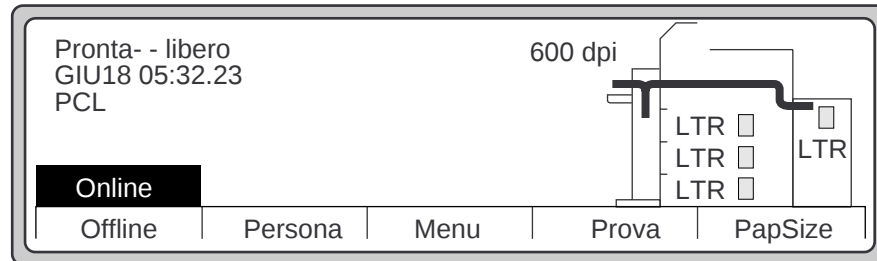

Figura 6-3 Schermo principale
2. Premere il pulsante Prova nello schermo principale, illustrato nella Figura 6-3.